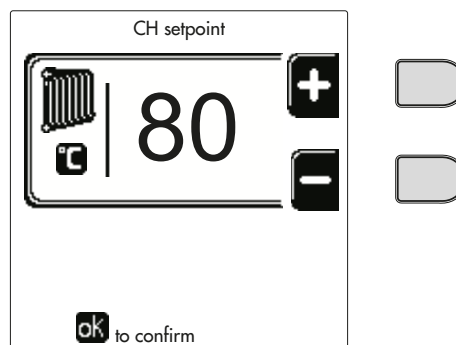
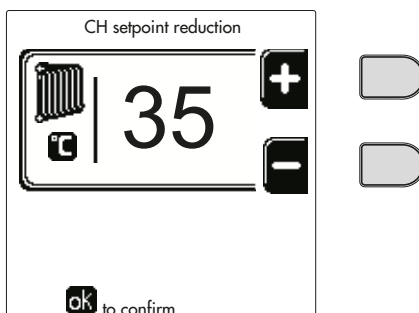
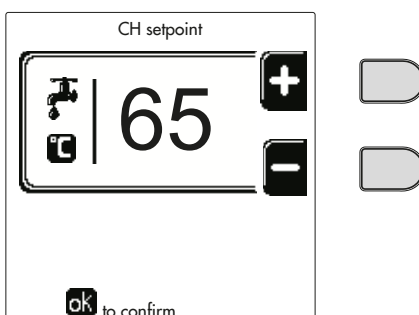
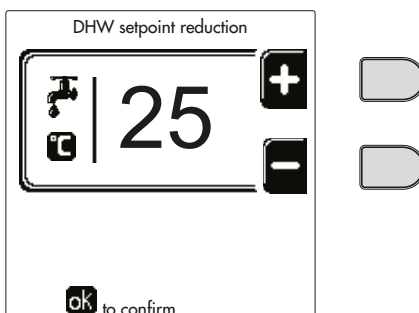

рис. 12
рис. 13
рис. 14
рис. 15
- **ON (ВКЛ)**. При поступившем запросе на отопление/ГВС котел работает на заданной температуре регулировки отопления/ГВС (рис. 12/рис. 14).
- **⏸**. При поступившем запросе на отопление/ГВС котел работает на уменьшенной температуре регулировки. Уменьшенная температура достигается путем вычитания температуры регулировки уменьшения (рис. 13/рис. 15) от заданной температура регулировки отопления/ГВС (рис. 12/рис. 14).